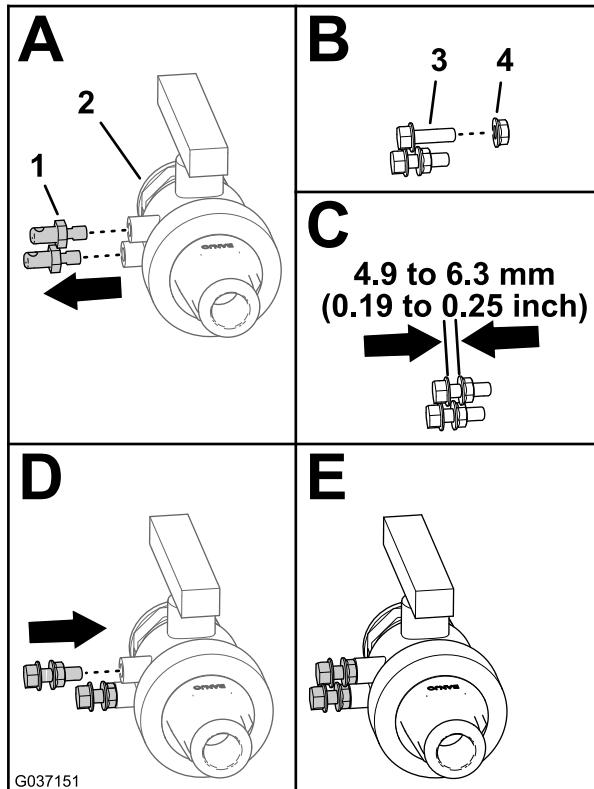

Figure 15
1. Retirez les 2 chevilles de montage du robinet de vidange (A de la Figure 15).
| 2. Vissez les 2 contre-écrous à embase (5/16") sur les 2 boulons à embase (5/16" x 1"), comme montré (B et C de la Figure 15). | |
| 3. Assemblez les contre-écrous à embase et les boulons à embase sur le robinet de vidange et serrez-les avec une clé (D et E de la Figure 15). | |